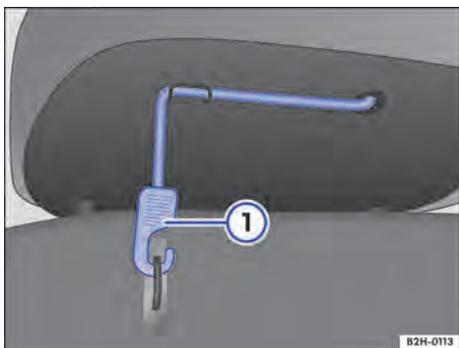

Fig. 58 Sob o banco traseiro: cinta de fixação da superfície do assento.
As duas superfícies do banco traseiro podem ser rebatidas para cima separadamente. Sob cada superfície do banco se encontra uma cinta de fixação → Fig. 58.
1. Desprender a cinta de fixação do suporte sob a superfície do banco → Fig. 58 ①.
3. Inserir a cinta de fixação no encaixe sob a superfície do banco e prender no suporte → Fig. 58.